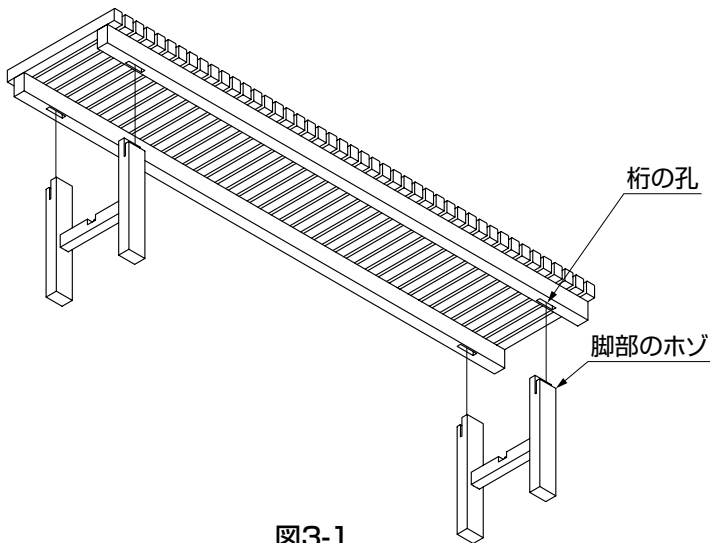

図3-1
- ①脚部のホゾと桁の孔に接着剤を付け、差し込んで取付けてください。(図3-1参照)